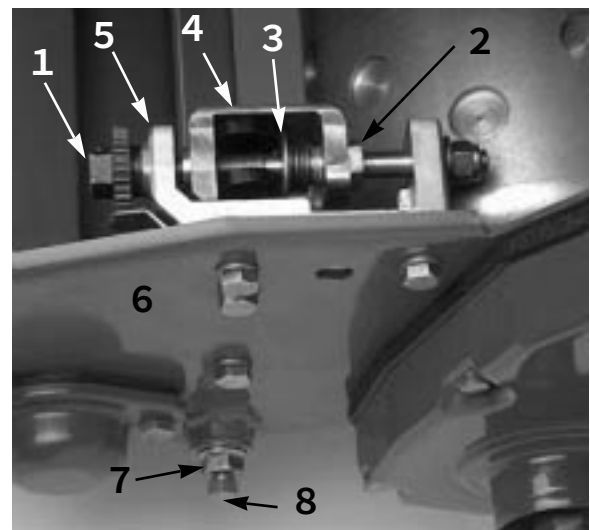

図 45
1. ベッドバー調整ネジを左に回してアジャスタ・フレームからチャンネルを外します（図45）。
2. 7/8 "レンチでテンション・ネジをゆるめ、スラスト・ワッシャに掛かる力を完全に解除する（図45）。
3. ベッドバー・ボルトを固定しているジャムナット（機体両側）をゆるめる（図45）。
4. 各ベッドバー・ボルトを抜いてベッドバーを下に引き抜いて外す。ベッドバーの両端にナイロン・ワッシャとスチール・ワッシャ 2 枚ずつあるので回収保管する（図45）。